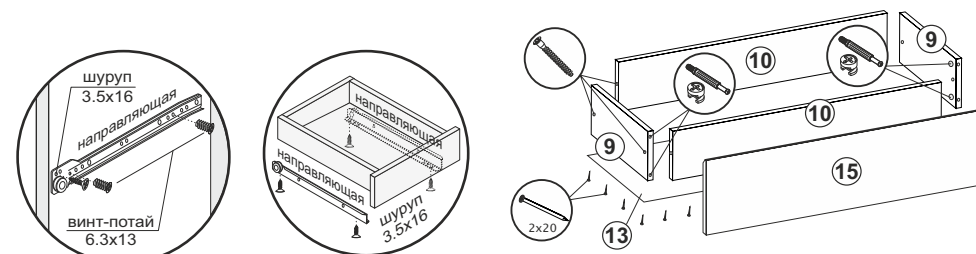

Рис.2
9. Соединить детали ящика (9,10) еврошурупами. Замерить диагонали получившихся ящиков и прибить ХДФ (13) гвоздями 2х20 (рис.2).
10. Установить створки (15) на собранные ящики с помощью эксцентриков (рис.2).
11. Прикрутить ответные части направляющих снизу деталей ящика (9) шурупами 3,5х16 (рис.2).